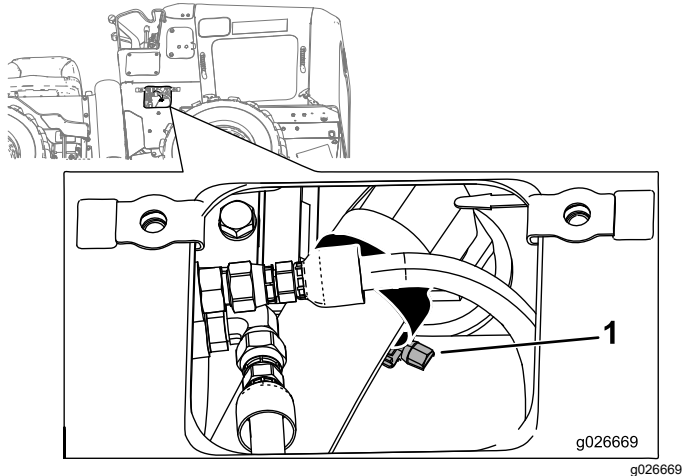

Figura 43
5. Retire la cubierta inferior del lado derecho y afloje la abrazadera que sujeta la manguera de aspiración al depósito hidráulico (Figura 43).